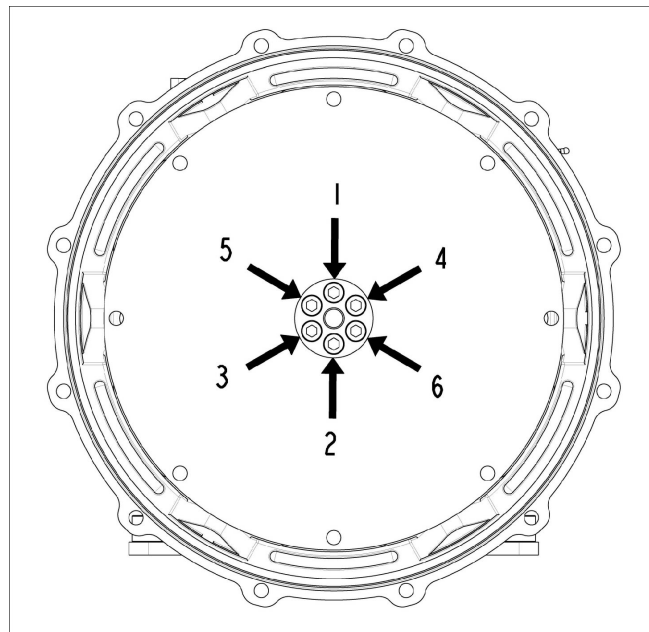

図 21. ハブへの固定手順
4. 必要に応じて、表示の順番でカップリング ディスク ボルトを締め付けます 図 21 ページ 37。締め付けトルクについては、章 9 ページ 59を参照してください。